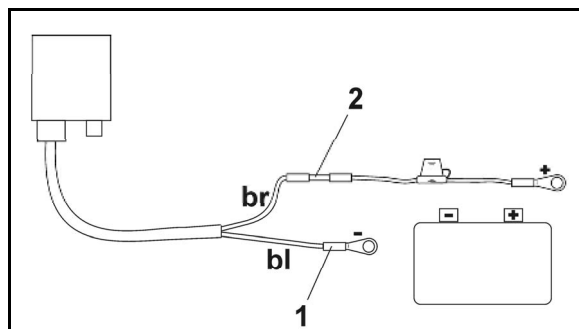

Fig. 18
2. Scoateți cele două bolțuri de articulație (Fig. 18/1).
5. Introduceți firul albastru (masa) în veriga inelară (Fig. 18/1).
7. Introduceți firul maro (+ 12 volți) în capătul liber al conectorului de îmbinare cap la cap (Fig. 18/2).
9. Fretați conectorul de îmbinare cap la cap (Fig. 18/2) cu o sursă de căldură (brichetă sau uscător cu aer fierbinte), până când adezivul iese în afară.